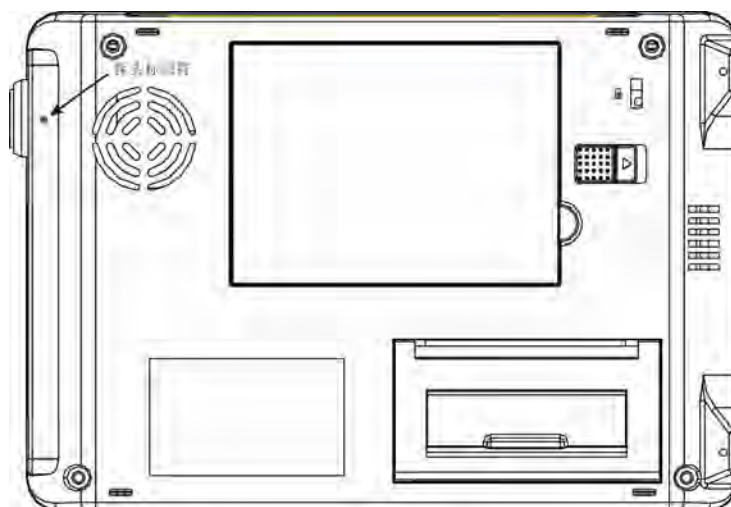

Figure 4-2 PadScan HD3 schéma de connexion de la sonde et de l'unité principale
- Connecter la sonde à l'unité principale. Aligner le point rouge de la sonde avec le point rouge au dos de l'unité principale puis insérer ma sonde dans l'unité principale comme indiqué figure 4-2.